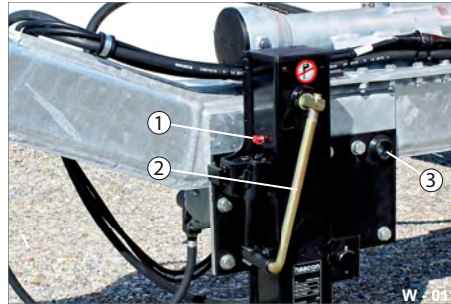
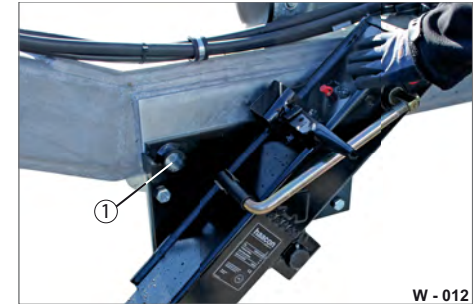

Abb. 11 Schwenkstütze an Zugdeichsel
Abb. 12 Schwenkstütze abschmieren
- ▶ Fahren Sie den Fuß der Stützwinde mittels Kurbel (Abb. 10/2; Abb. 11/2) aus.
- ▶ Entfernen Sie die Kappe vom Schmiernippel (Abb. 10/1; Abb. 11/1). Reinigen Sie den Schmiernippel mit einem sauberen, trockenen Lappen.
rungsstellen (Abb. 11/3 & Abb. 12/1)